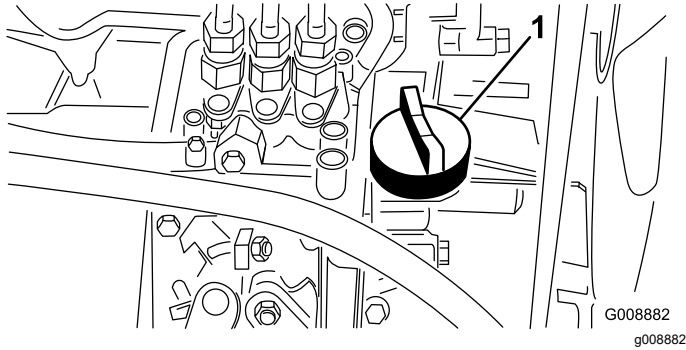

Bild 28
- Entfernen Sie bei niedrigem Ölstand den Ölfülldeckel (Bild 28), gießen langsam kleinere Ölmengen ein und prüfen den Stand regelmäßig, bis die Voll-Markierung am Peilstab erreicht wird.